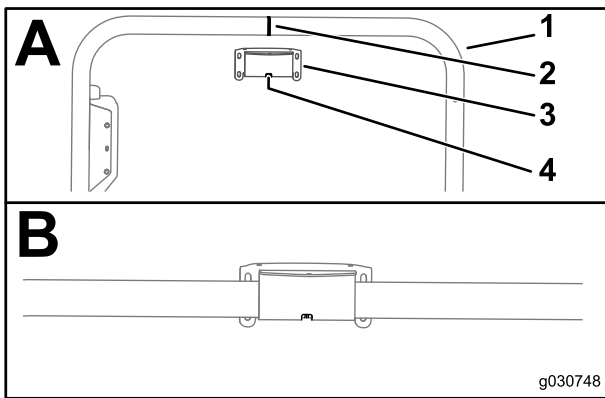

Bild 142
1. Fluchten Sie den Schlitz in der Mitte der Empfängerbefestigung mit der Schweißnaht an der Mittellinie des Überrollschutzrohrs aus (Bild 142)